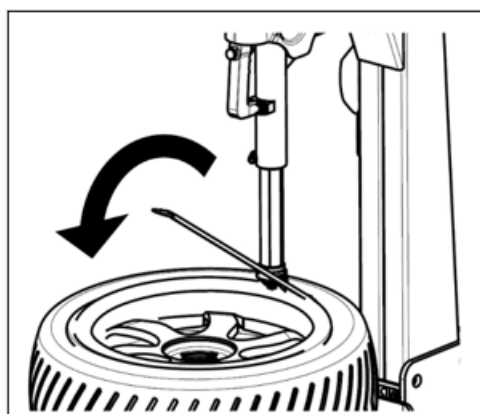
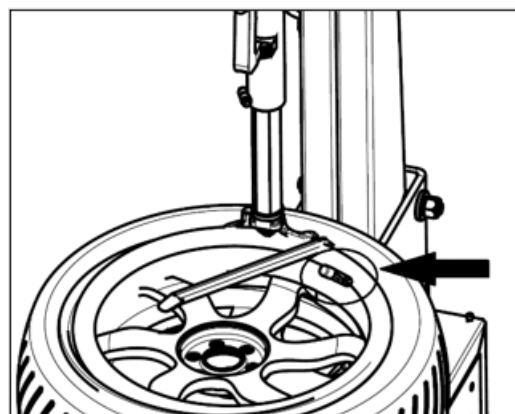

FIG27
FIG28
- Brug dækjern til at løsne dækkets kant og få den over kanten af afmonteringsværktøjet (FIG27). Træd på drejebordns rotationspedal (FIG3-13) for at få drejebordn til at rotere med uret, indtil fælgen er helt fri. Hvis du arbejder med slangedæk, skal du holde ventilen ca. 10 cm fra højre side af afmonteringsværktøjet for at undgå beskadigelse af slangen (FIG28).